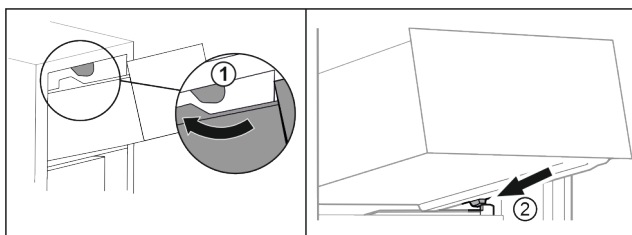

Fig. 98
- ▶ Før skuffen omkring de øverste stop. Fig. 98 (1)
- ▶ Sæt skuffen skråt bag de nederste stop på beholderristen. Fig. 98 (2)